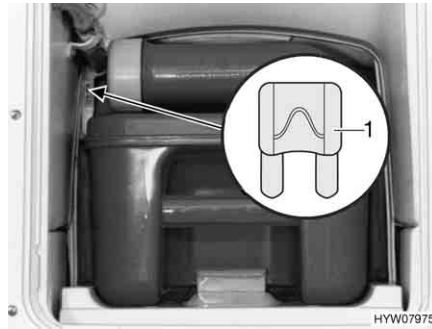

Fig. 170 Fusible del inodoro Thetford
- Cambiar el fusible (Fig. 170,1).